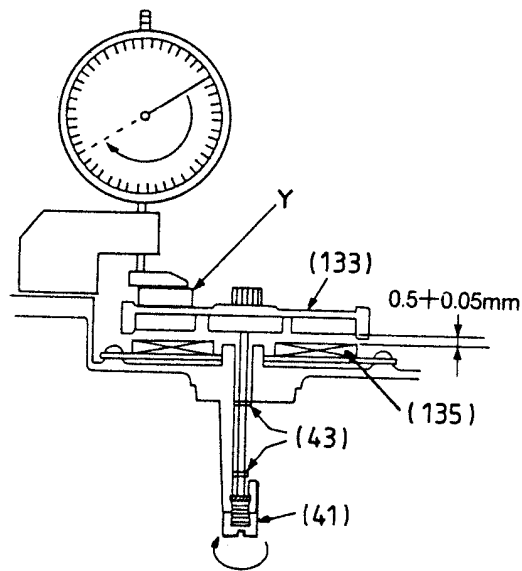

Fig. 24
- Mit der Einstellschraube (41) Abstand zwischen Capstanrotor (133) und -stator (135) auf 0,5 mm...0,55 mm einstellen (Fig. 24).
8.4 Adjusting the Capstan Rotor (133)
- With the adjustment screw (41) adjust the distance between the capstan rotor (133) and the stator (135) to 0.5mm...0.55mm (Fig. 24).
8.4 Regolazione del rotore capstan (133)
- Regolare la vite (41) finchè tra il rotore (133) e lo stator (135) risulta una distanza di 0,5 mm...0,55 mm (fig. 24).